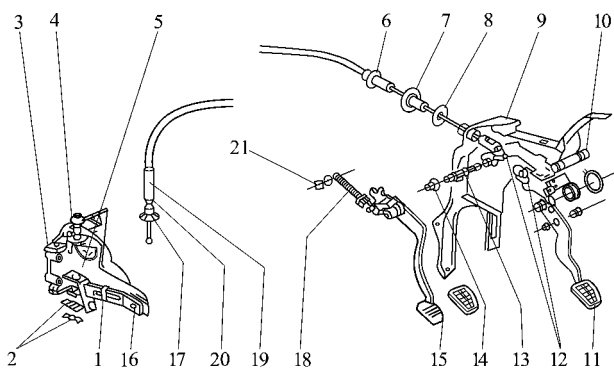

图 2 - 25 离合器拉索的拆卸
(2) 离合器外操纵机构的拆卸 离合器操纵机构分有外操纵机构和内操纵机构。
① 手动调整的离合器拉索的拆卸。如图 2 - 25 所示 ,旋松离合器拉索 19 上的调整盘 17 ,取下拉索紧固件 2。从离合器杠杆 16 上取下离合器拉索 19 ,将拉索从变速器 5 上的橡胶套 4 中抽出 ,并从离合器踏板 15 上摘下拉索 19。